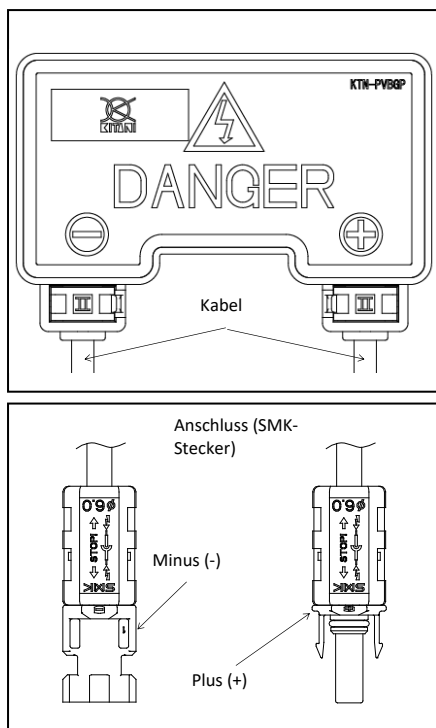

Abbildung 2. Konfiguration der Anschlussdose
- Für jede Polarität steht eine Anschlussklemme zur Verfügung (wobei die Polaritätszeichen in das Gehäuse der Anschlussdose eingraviert sind) (siehe Abbildung 2).